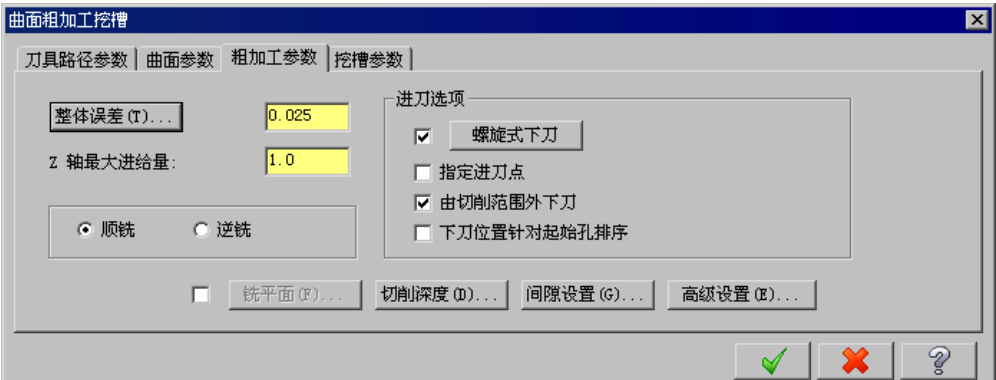

图 20.11 “粗加工参数”选项卡
Step9. 设置粗加工参数。在“曲面粗加工挖槽”对话框中单击 **粗加工参数** 选项卡, 设置参数如图 20.11 所示。
(1) 单击 **螺旋式下刀** 按钮, 在系统弹出的“螺旋/斜插式下刀参数”对话框中选择 **斜插进刀** 选项卡, 单击 **✓** 按钮, 系统返回至“曲面粗加工挖槽”对话框。
(2) 单击 **切削深度 (D)...** 按钮, 在系统弹出的“切削深度设置”对话框中选中 **绝对坐标** 单